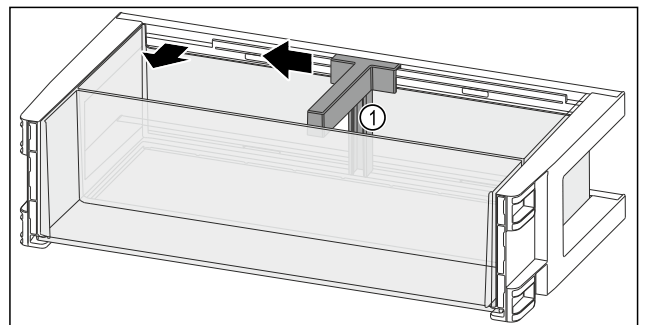

Fig. 92
- ▶ Împingeți în lateral suportul pentru sticle Fig. 92 (1) până la degajare.
- ▶ Extrageți suportul pentru sticle Fig. 92 (1).